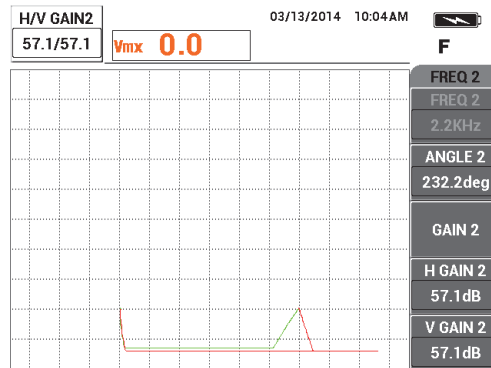

Abbildung 5-120 Einstellen der Signalamplitude von FREQ 2
9. Drücken Sie erneut dreimal die Direktzugriffstaste GAIN (**dB**) und verringern Sie die Signalamplitude von Frequenz 2, so dass sie exakt 6 Skalenteile vom Nullpunkt entfernt liegt (auf der linken Seite) [siehe Abbildung 5-120 auf Seite 228].